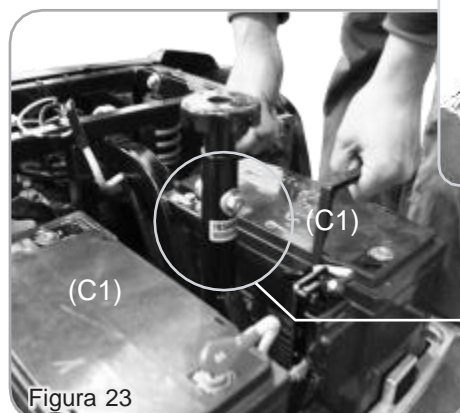

Figura 23
4. Retire as duas baterias (C1) (Figura 23).